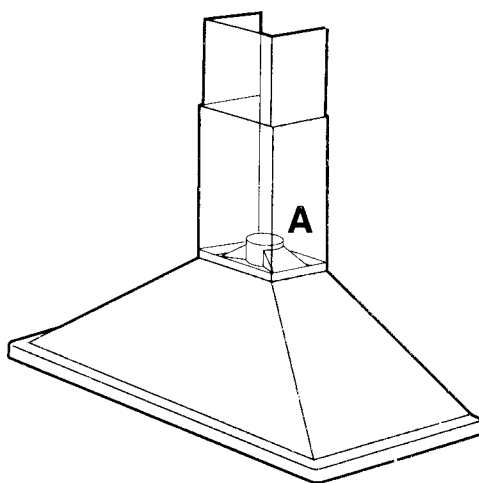

Рис. 2
- Насадите вытяжной шланг на заслонку, как показано на рис. 2, и удостоверьтесь в том, что шланг не препятствует полному открыванию заслонки.
Для того чтобы вытяжной вентилятор работал в режиме циркуляции воздуха, заглушку выходного отверстия (А) следует снять (рис. 2).